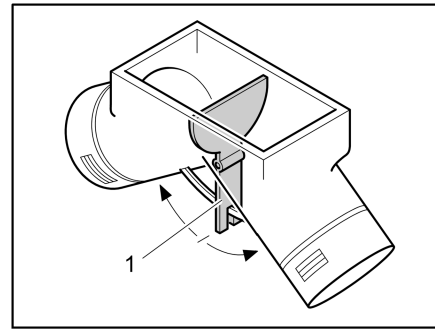

Bild 112 Umluftgebläse, Einstellklappe in Mittelstellung
In Mittelstellung verteilt sich die Warmluft gleichmäßig auf die beiden Warmluftausgänge. Der Bedienhebel (Bild 112,1) für die Einstellklappe ist unter der Bodenklappe im Kleiderschrank eingebaut.
- Bedienhebel (Bild 112,1) in Pfeilrichtung schieben, bis gewünschte Position erreicht ist.